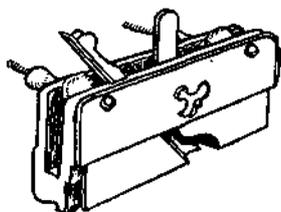

Fig. 12
*Goivete* (Fig. 12). — Espécie de guilherme, com guia para abrir canais.